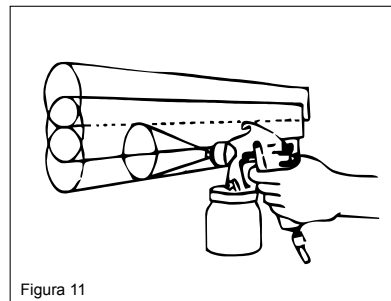

Figura 11
6. Solape las pasadas sólo lo suficiente para obtener una capa uniforme y fina en la pieza de trabajo. (Ver Figura 11)